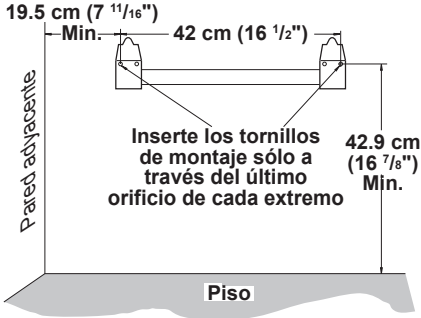

Figura 7 - Distancias mínimas del soporte de montaje
2. Marque la ubicación de los tornillos en la pared (consulte la figura 7).